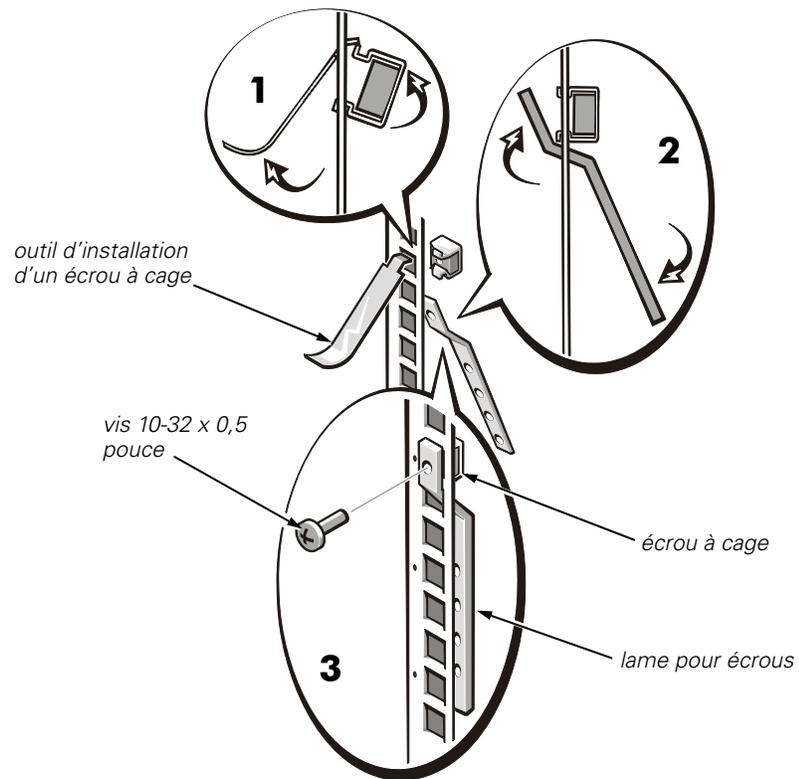

Figure 5. Installation d'un écrou à cage et d'une lame pour écrous
Installez les lames pour écrous courbées sur les rails verticaux, à l'endroit où vous souhaitez mettre l'extrémité des assemblages des glissières (voir la figure 5). Chaque lame pour écrou courbée est maintenue en place par une vis cruciforme 10-32 x 0,5 pouce et un écrou à cage 10-32.
- a. Insérez la lèvres inférieure de l'écrou à cage au-dessus du bas de l'ouverture à l'arrière du rail comme le montre l'étape 1 à la figure 5. Insérez ensuite l'extrémité plus petite de l'outil d'installation de l'écrou à cage à travers l'ouverture dans le rail (depuis la partie avant) et accrochez l'outil sur la lèvres supérieure de l'écrou à cage.
- b. Appuyez en enfonçant l'écrou à cage tout en faisant tourner l'outil vers le haut et en le tirant vers vous jusqu'à ce que la lèvre supérieure de l'écrou à cage s'enclenche en place (voir l'étape 1 de la figure 5).
- d. Pour installer une des lames pour écrous, insérez-la à travers le trou en dessous de l'écrou à cage (depuis la partie arrière du rail) comme le montre l'étape 2 à la figure 5. Fixez ensuite la lame pour écrou en place avec une vis cruciforme 10-32 x 0,5 pouce (voir l'étape 3 à la figure 5).